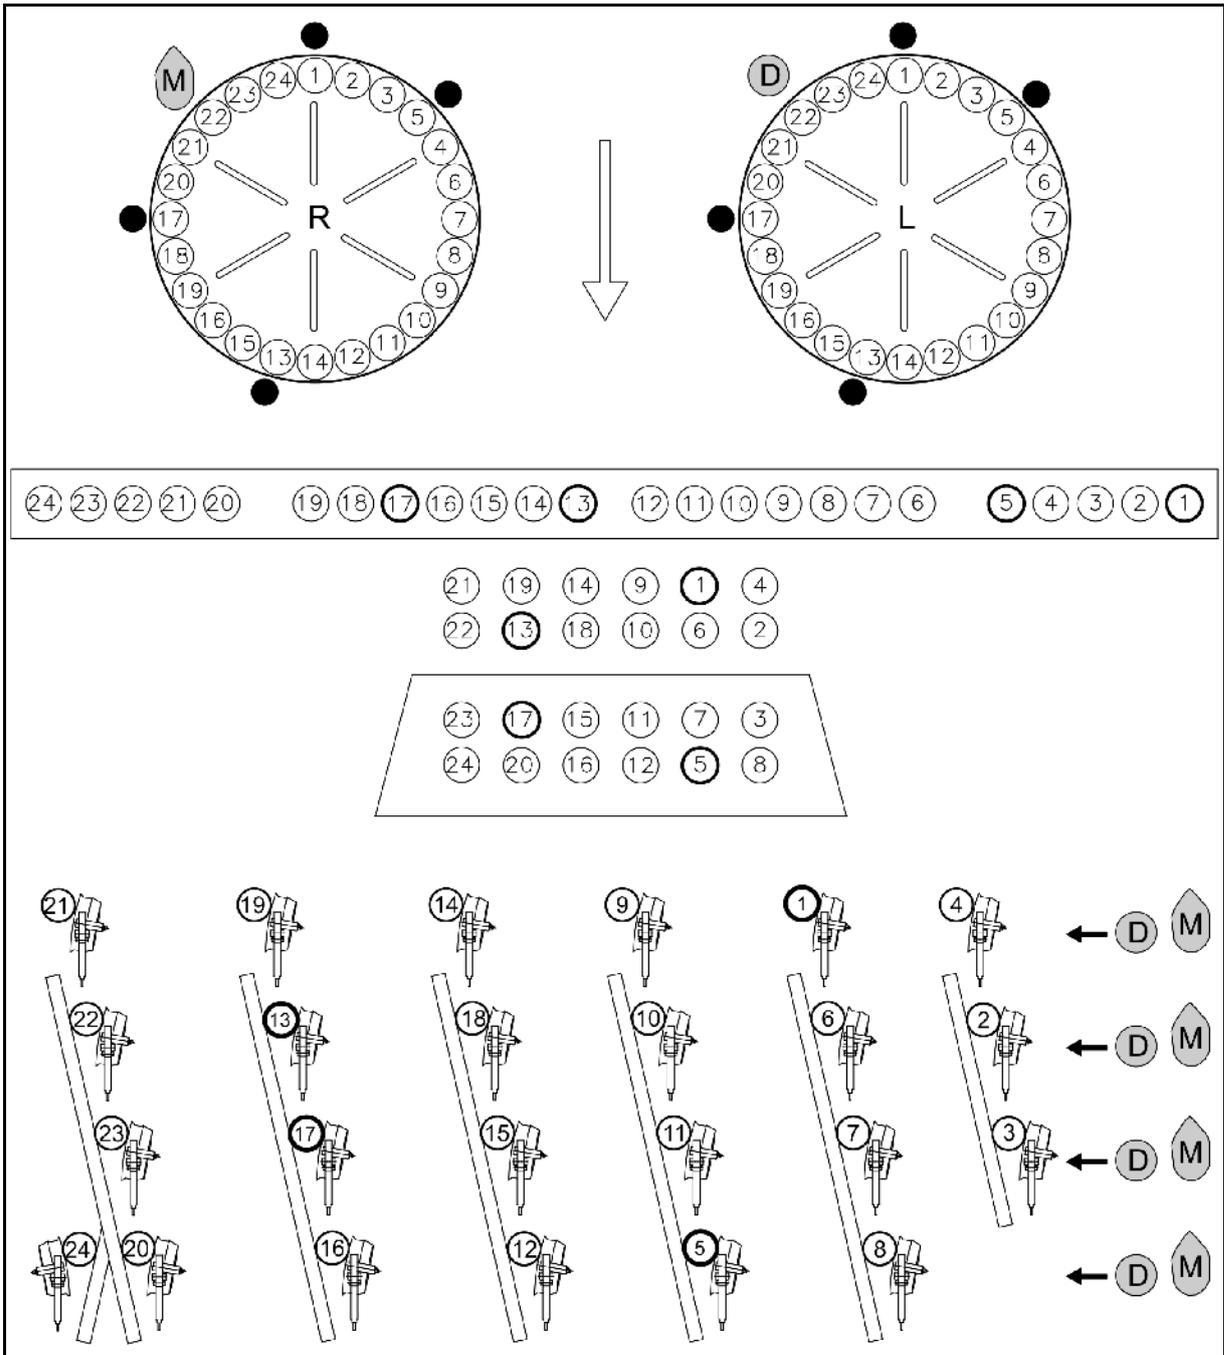

Fig. 42
- Maíz M: Montar los tapones de cierre  correctamente Fig. 42.